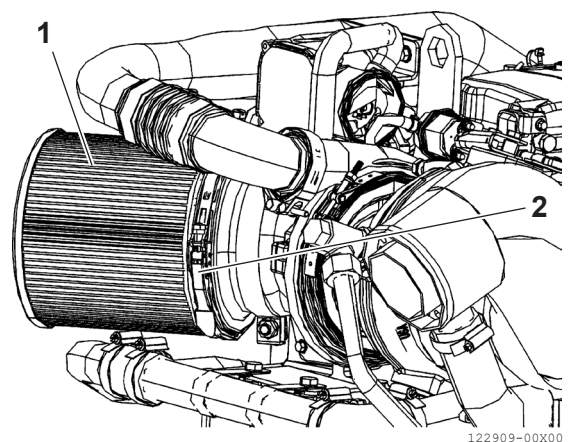

Figure 3
Ouvrez le collier (**Figure 3, (2)**) comme indiqué sur la figure. Retirez le corps du filtre à air (**Figure 3, (1)**).
Positionnez correctement le filtre (**Figure 3, (1)**) dans son logement et fixez-le avec le collier (**Figure 3, (2)**).